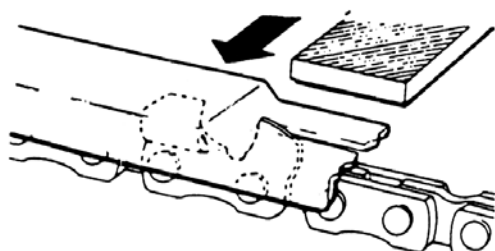

Рис. 4-3
- 3) Поместить инструмент глубиномера на режущий инструмент. Если глубиномер выступает, обработать напильником его уровень посредством верхней части инструмента. Всегда затачивать напильником по направлению изнутри цепи в сторону наружного режущего инструмента. (Рис. 4-3)